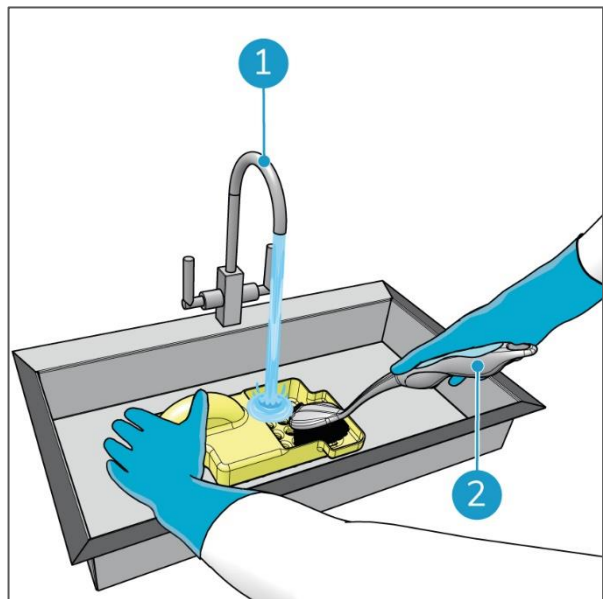

Figura 51
2. Retira con la mano los residuos y límpialos con agua del grifo y un cepillo (Figura 51, pos. 2) en un fregadero.
3. Enjuaga la entrada con agua del grifo (Figura 51, pos. 1).